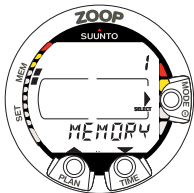

Fig. 4.2. Opzioni Memoria [1 MEMORY]
2. Premendo i due tasti PLAN e TIME, contrassegnati anche da due frecce rivolte rispettivamente verso l'alto e verso il basso, scorrere le diverse funzioni accessibili che saranno contrassegnate da una scritta, il nome della funzione, e dal numero a questa corrispondente (Fig. 4.2. - 4.3.)
6. A seconda dell'opzione scelta, siete ora in grado di accedere alle memorie e/o effettuare le variazioni ai parametri personalizzabili. Il pulsante MODE è utilizzato o per confermare le scelte (OK) o per uscire dall'opzione (QUIT).